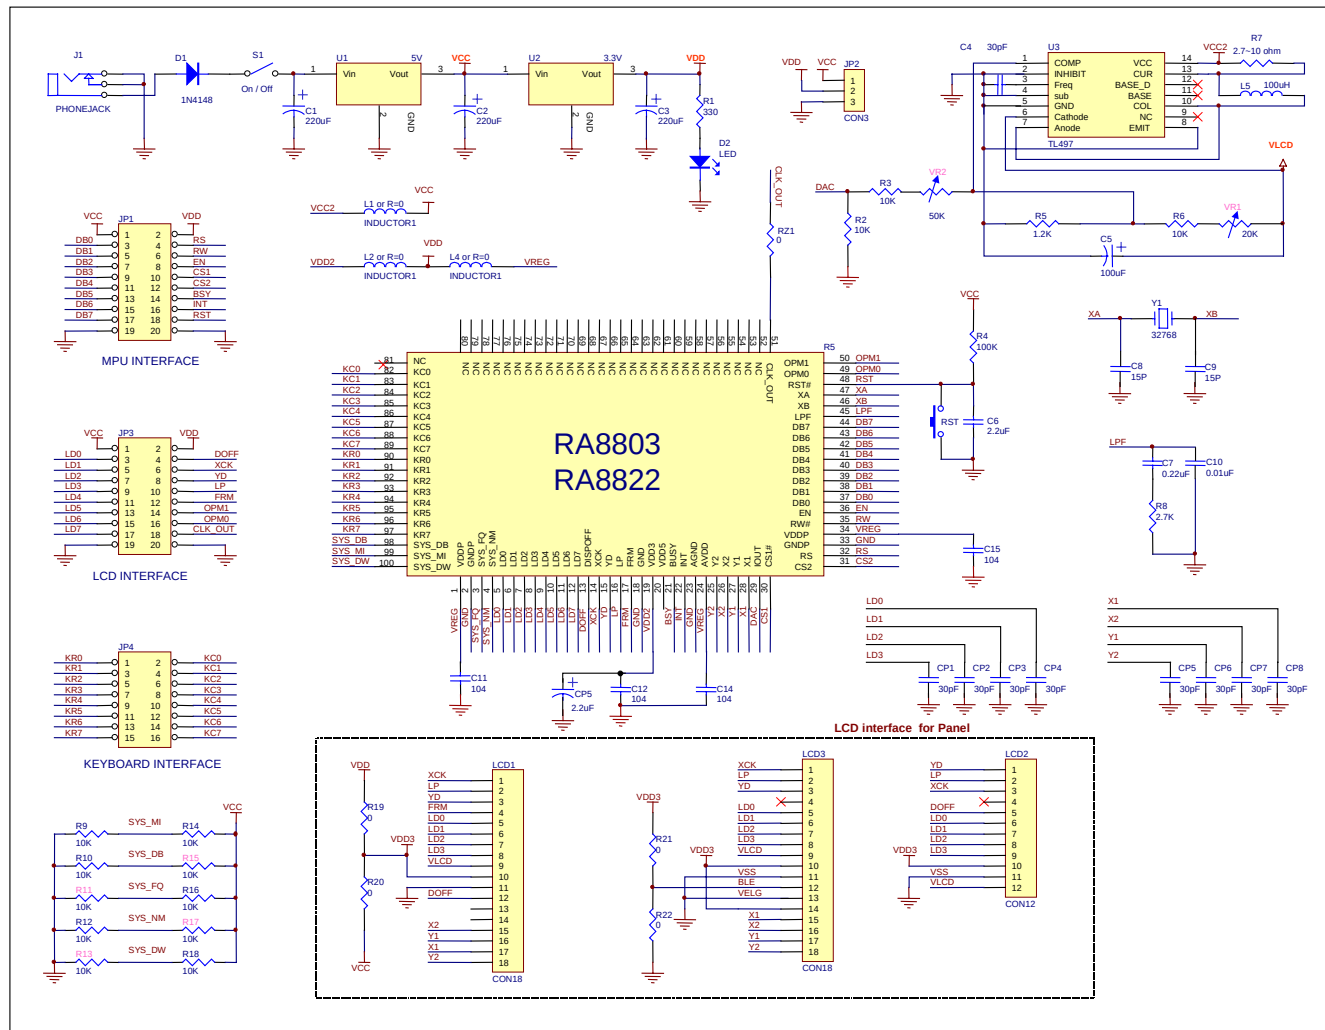
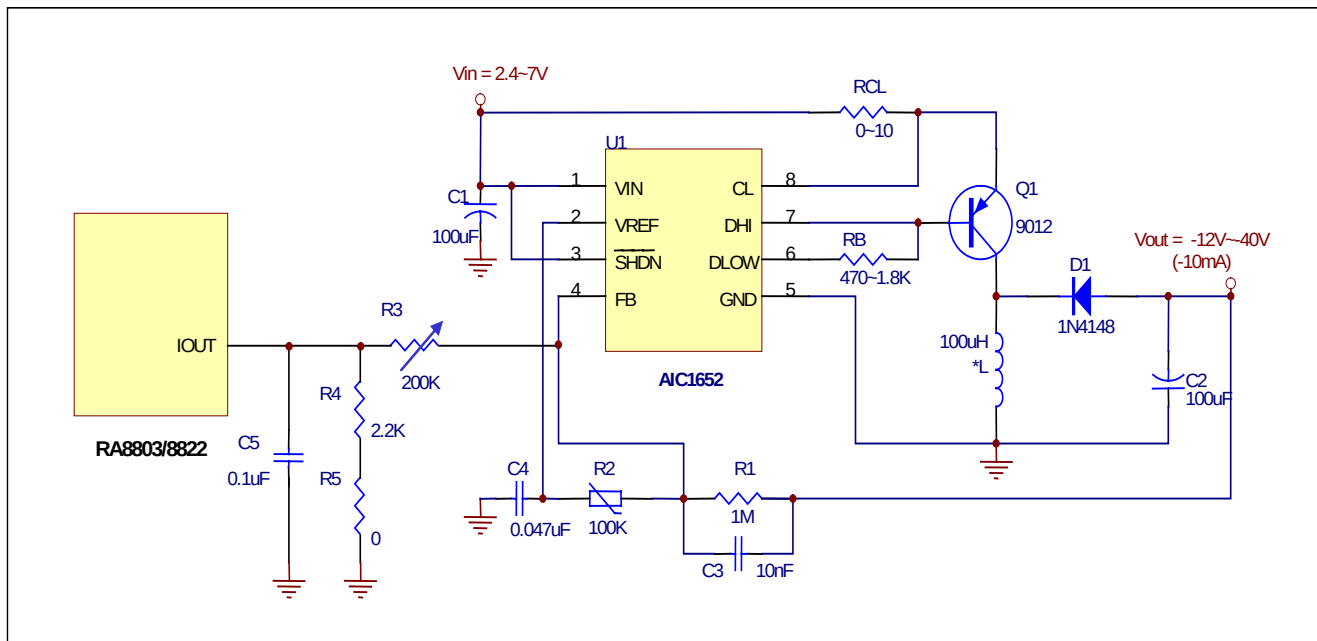
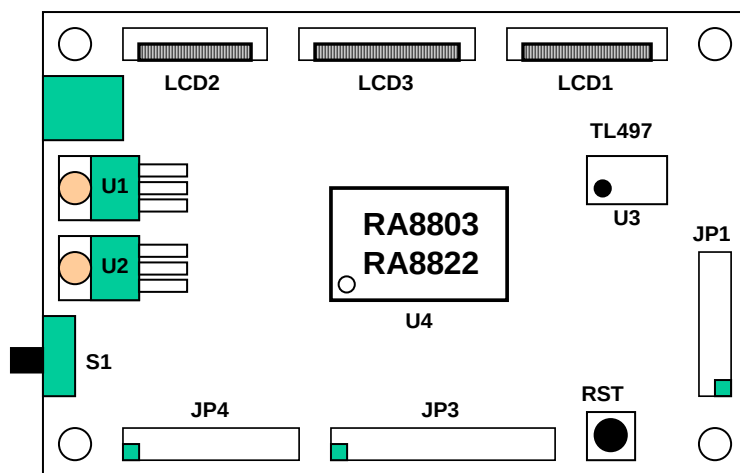
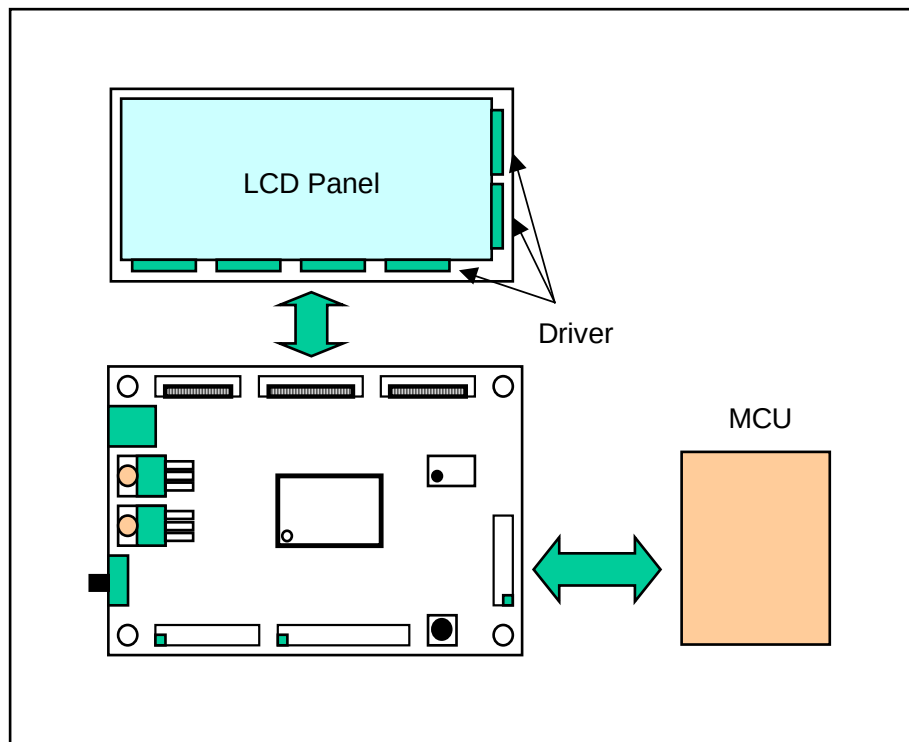

图 B-1：应用电路图
图 B-2：应用电路图-负压的升压电路
图 C-1：RA8803/8822 的控制板
图 C-2：控制板应用图
3. 图 B-1 的 VLCD 电压是正的, 如果须要的 VLCD 电压是负的, 则必须使用别的升压电路。如图 B-2 就是一负压的升压电路。
7. 图 B-1 RA8803/8822 的电源使用的是 3.3V(VREG 与 VDD2 经 L2 与 L4 到 VDD), 而 VDD 是 3.3V。
RAiO 提供 RA8803/8822 的控制板、Gerber File 与电路图，供客户以现有 Panel 或模块进行验证，图 C-1 为 RA8803/8822 的控制板，其电路图请参考图 B-1，客户可以利用 JP1 与使用的 MPU 相连接，现有 Panel 可以接到 JP3、LCD1、LCD2 或 LCD3 的 Driver 界面，Key-Scan 可以用 JP4 来实验，如图 C-2。